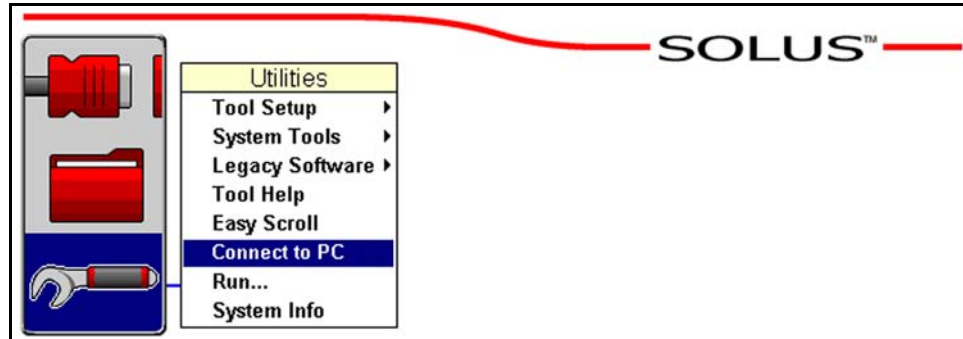

Abbildung 2-17 Menü SOLUS-Dienstprogramme (Beispiel)
2. Wählen Sie im Hauptmenü **DIENSTPROGRAMME > Mit PC verbinden** (Abbildung 2-17).